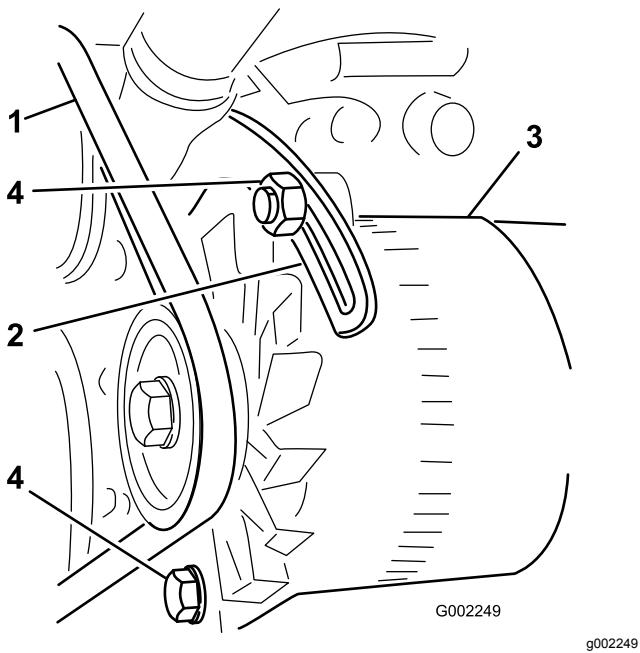

図 69
3. ブレースをエンジンに固定しているボルト、およびオルタネータをブレースに固定しているボルトをゆるめる(図 69)。